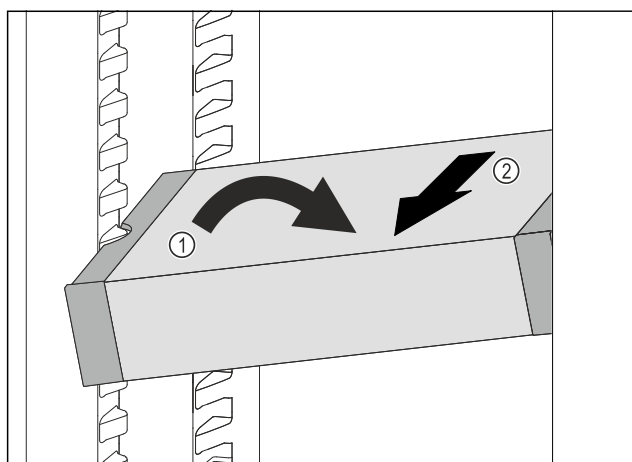

Fig. 112
- ▶ VarioSafe ustawić w chłodziarce pod skosem. Fig. 112 (1)
- ▶ VarioSafe wyjąć do przodu. Fig. 112 (2)